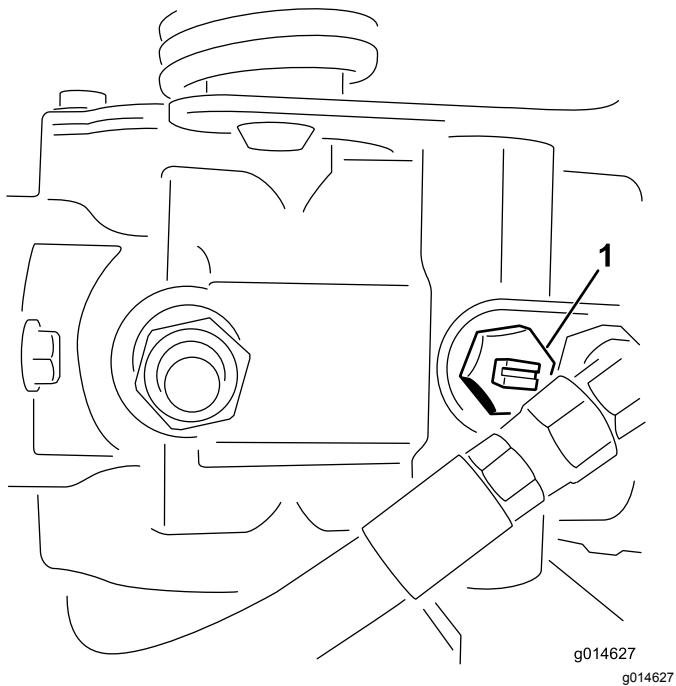

Figura 23
- Localice la válvula de desvío en la bomba y gírela hasta que la ranura esté en posición vertical (Figura 23).
2. Antes de arrancar el motor, cierre la válvula de desvío girándola hasta que la ranura esté horizontal (Figura 23). No arranque el motor con la válvula abierta.